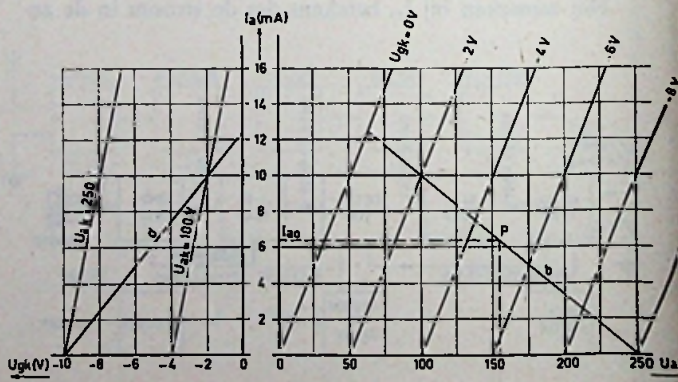

FIG. 14
- In fig. 14 zijn links de beide I_a-U_{gk} karakteristieken getekend. Deze zijn afgeleid uit de I_a-U_{ak} karakteristieken door bij $U_{ak} = 100$ V en bij $U_{ak} = 250$ V bij een tweetal waarden van de roosterspanning de stroom af te lezen.
- In het rechterdeel van fig. 14 is de gevraagde belastingslijn getekend (lijn b). Deze gaat door het punt $U_{ak} = 250$ V en heeft een helling van 1 mA/15 V. Door de desbetreffende punten naar het I_a-U_{gk} karakteristiekenveld over te brengen, vinden we de dynamische I_a-U_{gk} karakteristiek (de lijn d).
- Bij de hier getekende, ideale, rechte karakteristieken moet de negatieve roosterspanning gelijk zijn aan de halve afknijpspanning bij $U_{ak} = 250$ V. Dit is dus -5 V (punt P in fig. 14). De anodewisselspanning bij volle uitsturing is dan $250 - 160$ V = 90 V topwaarde, dus $90/\sqrt{2} = 63,6$ V effectieve waarde.